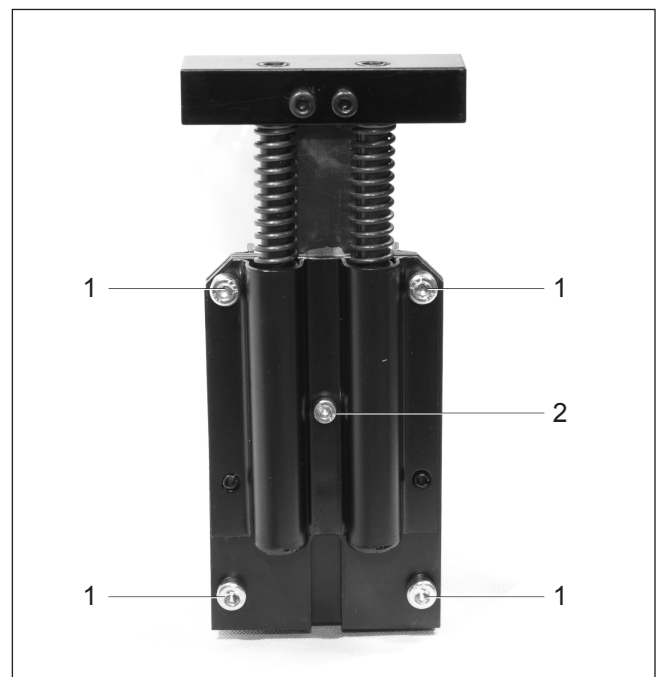

Fig. 11
- Die fünf Zylinderschrauben (Fig. 11/1 und 11/2) eine Umdrehung lösen.